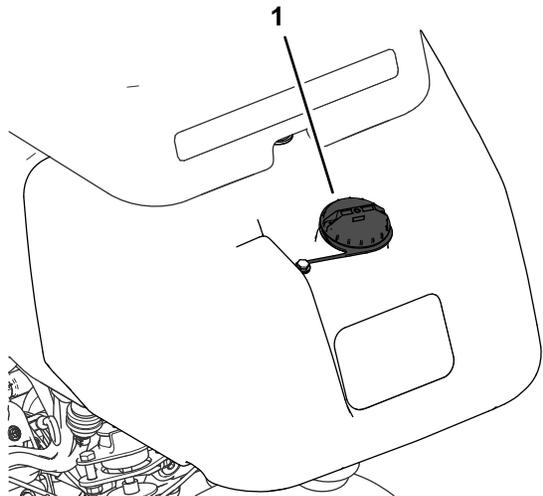

図 20
- 燃料キャップの周囲をきれいに拭いてキャップを外す 図 20。